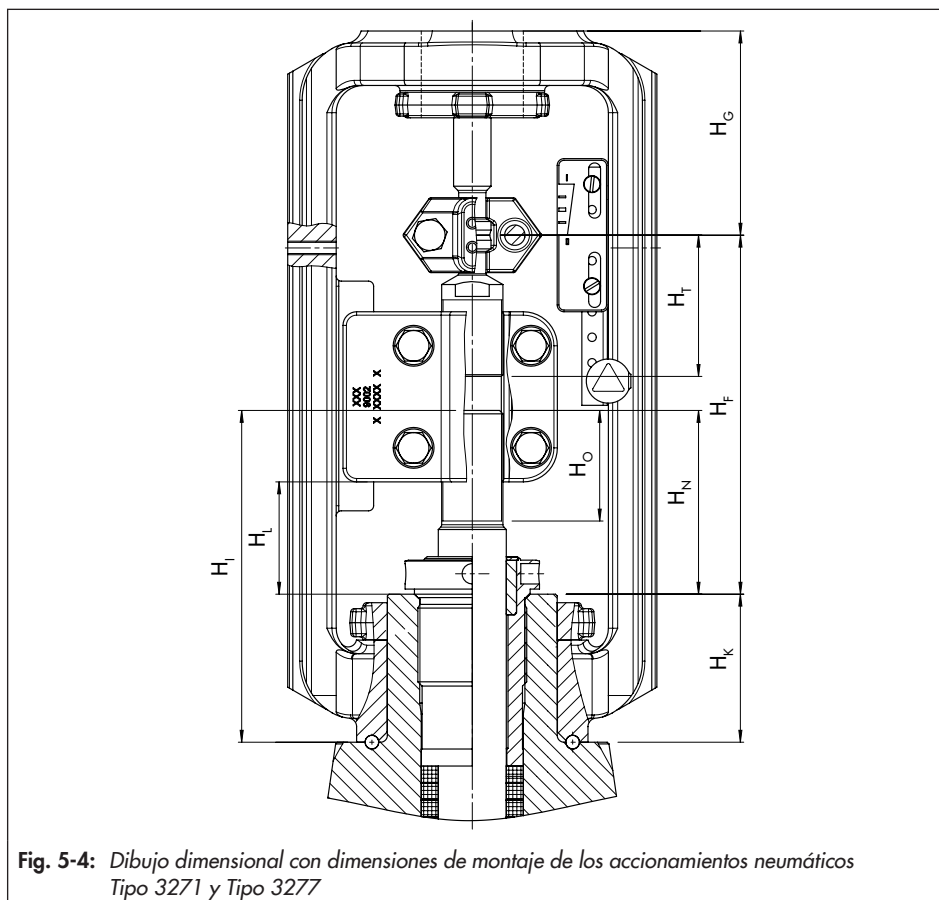

Fig. 5-4: Dibujo dimensional con dimensiones de montaje de los accionamientos neumáticos Tipo 3271 y Tipo 3277
**Tabla 5-3:** Dimensiones de montaje de los accionamientos Tipo 3271 y Tipo 3277 · Dibujo dimensional ver Fig. 5-4
Una vez montado el accionamiento es necesario situar la placa indicadora de carrera en la posición correcta. Para ello alinear el 0 de la escala de la placa indicadora de carrera con la punta de la abrazadera (ver Fig. 5-4).